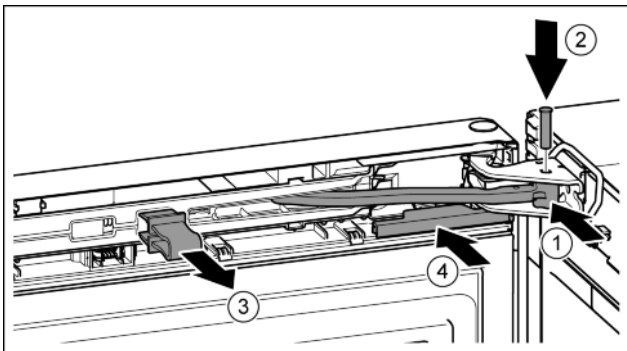

Fig. 24
- ▶ Otočte kloub ve stojanu ložiska. Fig. 24 (1)
- ▶ Vložte čep do stojanu ložiska a kloubu. Přitom dávejte pozor, aby byla zajišťovací vačka správně usazena v drážce. Fig. 24 (2)
- ▶ Pojistku vytáhněte. Fig. 24 (3)
- ▶ Kryt nasuňte. Fig. 24 (4)